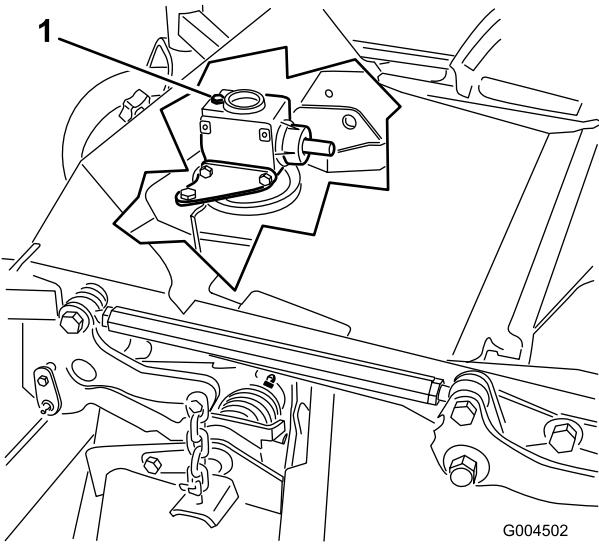

Figura 44
6. Togliete il tappo di riempimento/asta di livello da sopra gli ingranaggi (Figura 44) e verificate che il lubrificante si trovi tra i segni riportati sull'asta.
6. Togliete l'asta di livello/tappo di riempimento da sopra gli ingranaggi (Figura 44).